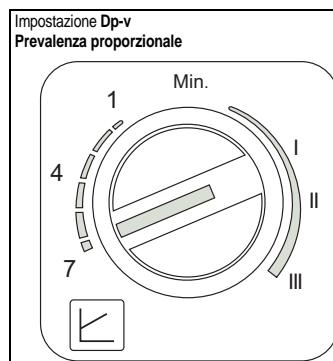

fig. 20
- Impostazione Dp-v Prevalenza Proporzionale (fig. 20)